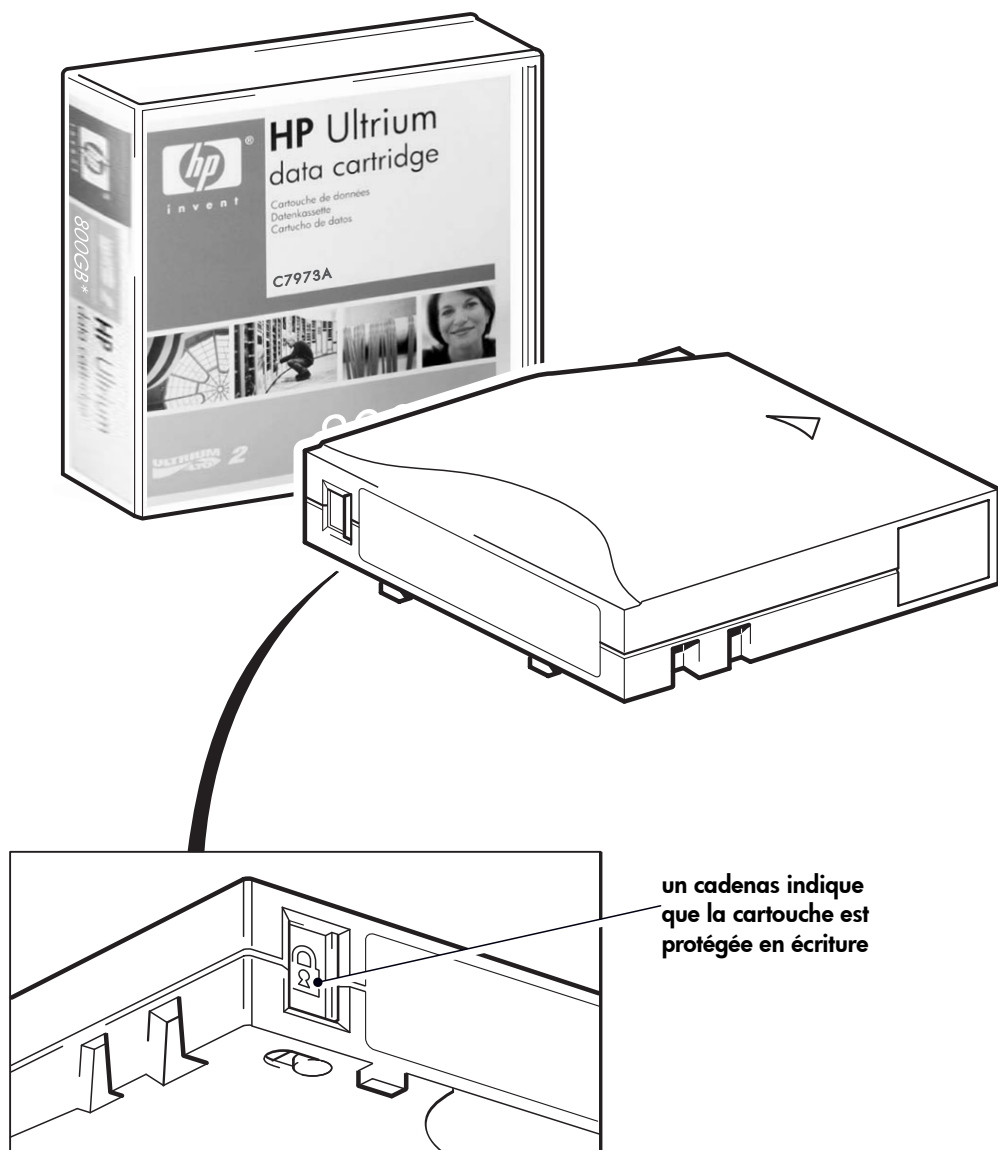

Figure 9 : protection des cartouches en écriture
- Pour protéger les cartouches en écriture, poussez sur le bouton vers la gauche pour autoriser l'enregistrement de données sur la cartouche. L'emplacement de la languette de protection en écriture est indiqué à la figure 9.